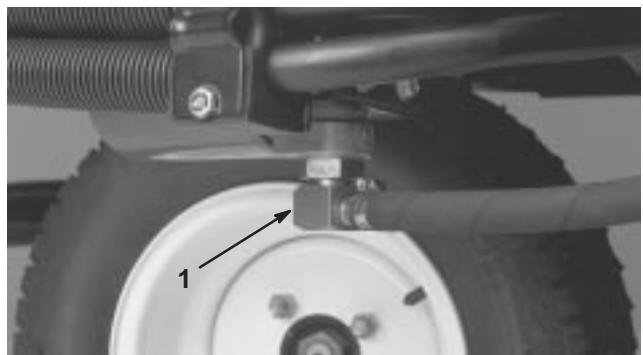

Bild 52
2. Klemmen Sie die Hydraulikölleitung ab (Bild 52) oder entfernen den Hydraulikölfilter (Bild 53) und lassen das Hydrauliköl in ein Auffanggefäß ablaufen. Montieren Sie die Hydraulikölleitung, wenn kein Öl mehr ausströmt.